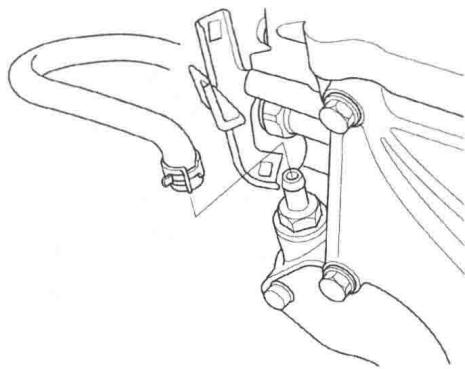

图 1-1-18
(5) 拆下曲轴箱强制通风 (PCV) 软管，如图 1-1-18 所示。